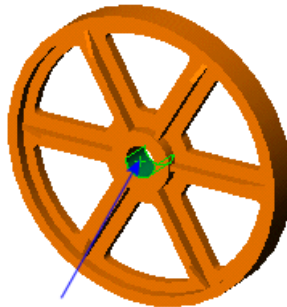

Рисунок 3.3 – Половина поверхні циліндричного отвору
- У вікні *PropertyManager* виберіть «Цилиндрические грани и круговые кромки оболочки для рабочей нагрузки», потім виберіть нижню поверхню центрального отвору (рис. 3.3)